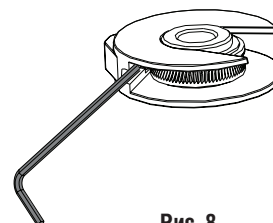

Рис. 8
- Поворачивая винт точной настройки (рис. 8), откорректируйте открытое положение ворот.